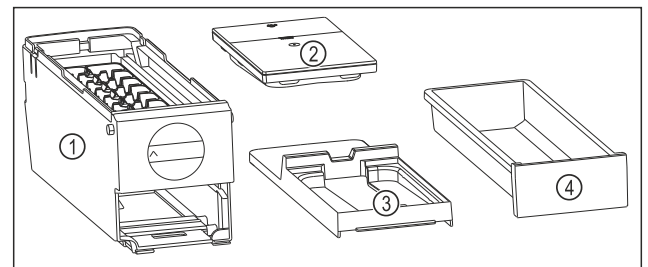

Fig. 119 Componentes del EasyTwist-Ice
- ▶ El EasyTwist-Ice está desmontado en cuatro piezas. (consulte Fig. 119)
- ▶ Desmontar el EasyTwist-Ice solo en los componentes mostrados. (consulte Fig. 119)
- ▶ Limpiar el cuerpo del EasyTwist-Ice Fig. 119 (1) en su totalidad.